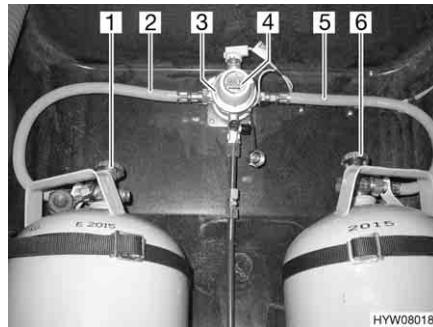
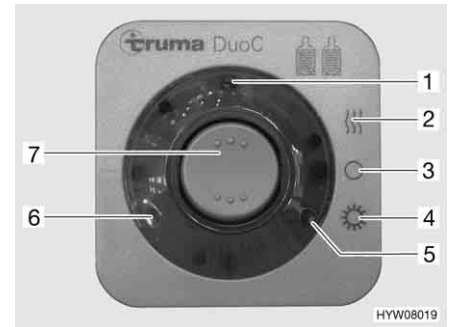

Bild 84 DuoControl-omkopplingsenhet
Bild 85 Kontrollenhet
DuoControl-omkopplingsenheten består av en omkopplingsventil (Bild 84,3) och en kontrollenhet (Bild 85). Omkopplingsventilen är monterad mellan gas slangarna (Bild 84,2 och 5). Med vredet (Bild 84,4) på omkopplingsventilen ställer du in vilken gasflaska som ska användas som driftflaska och vilken som ska användas som reservflaska.
Med kontrollenheten (Bild 85) kan endast de elektriska funktionerna styras. Gasflaskornas huvudavstängningsventiler (Bild 84,1 och 6) måste öppnas för hand.
Omkopplingsventilen sørjer för ett konstant gstryck, oberoende vilken gasflaska som används. De två kontrollamporna på kontrollenheten visar nivån i driftflaskan. När den gröna kontrollampan lyser (Bild 85,6) är driftflaskan full. När den röda kontrollampan lyser (Bild 85,5) är driftflaskan tom. Gasförsörjningen sker då med reservflaskan.
- Öppna huvudavstängningsventilerna på gasflaskorna (Bild 84,1 och 6).
- Med vredet (Bild 84,4) på omkopplingsventilen (Bild 84,3) väljs gasflaskan, som ska prioriteras (driftflaska).
- Slå på DuoControl-omkopplingsenheten på kontrollenheten (Bild 85).
Ställ för detta vippkontakten (Bild 85,7) på vinterdrift "på och uppvärmning" (Bild 85,2) eller på somrardrift "till" (Bild 85,4). Omkopplingsventilen är nu avluftad. Den gula kontrolllampan (Bild 85,1) lyser, när vinterdrift väljs och avfrostningsanläggningen för regulatorer är påslagen.
- Ställ vippkontakten (Bild 85,7) i läge "O" (Bild 85,3). Den gula kontroll-lampan (Bild 85,1) slocknar.
- Stäng huvudavstängningsventilerna på gasflaskorna (Bild 84,1 och 6).
Kontrolllamporna på kontrollenheten (Bild 85,5 och 6) signalerar inne i fordonet, om driftflaskan är driftklar.
Ifall den gröna kontrolllampan (Bild 85,6) slocknar under drift och den röda kontrolllampan (Bild 85,5) lyser upp, är gasflaskan som har valts som driftflaska tom och måste bytas ut. Gasförbrukarna försörjs med gas från reservflaskan.